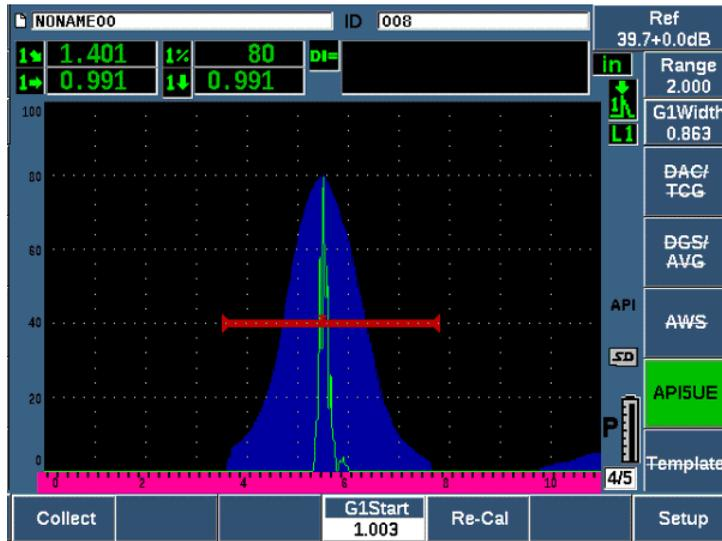

Рис. 11-23 Данные калибровки в режиме сбора данных
Буква **P** появляется справа от текущего экрана A-скан (см. Рис. 11-23 на стр 275).
5. Нажмите **Collect** (клавиша P1) для сбора данных A_{\max} , T_1 и T_2 (см. Рис. 11-23 на стр 275).